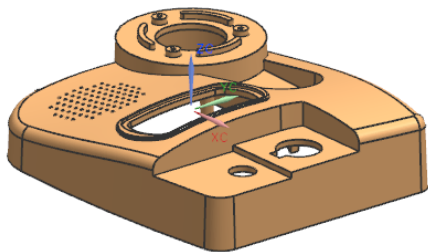

图 2-29 产品模型
(1) 启动 NX7.5，打开 NX 主界面后进入建模模块，然后调入产品，路径和文件名为...\\Exercise\\ch2\\exercise_2_2\\exercise_2_2.prt，如图 2-29 所示。
(1) 启动 NX7.5，打开 NX 主界面后进入建模模块，调入产品，路径和文件名为... \Exercise\ch2\exercise_2_2\exercise_2_2.prt，如图 2-29 所示。